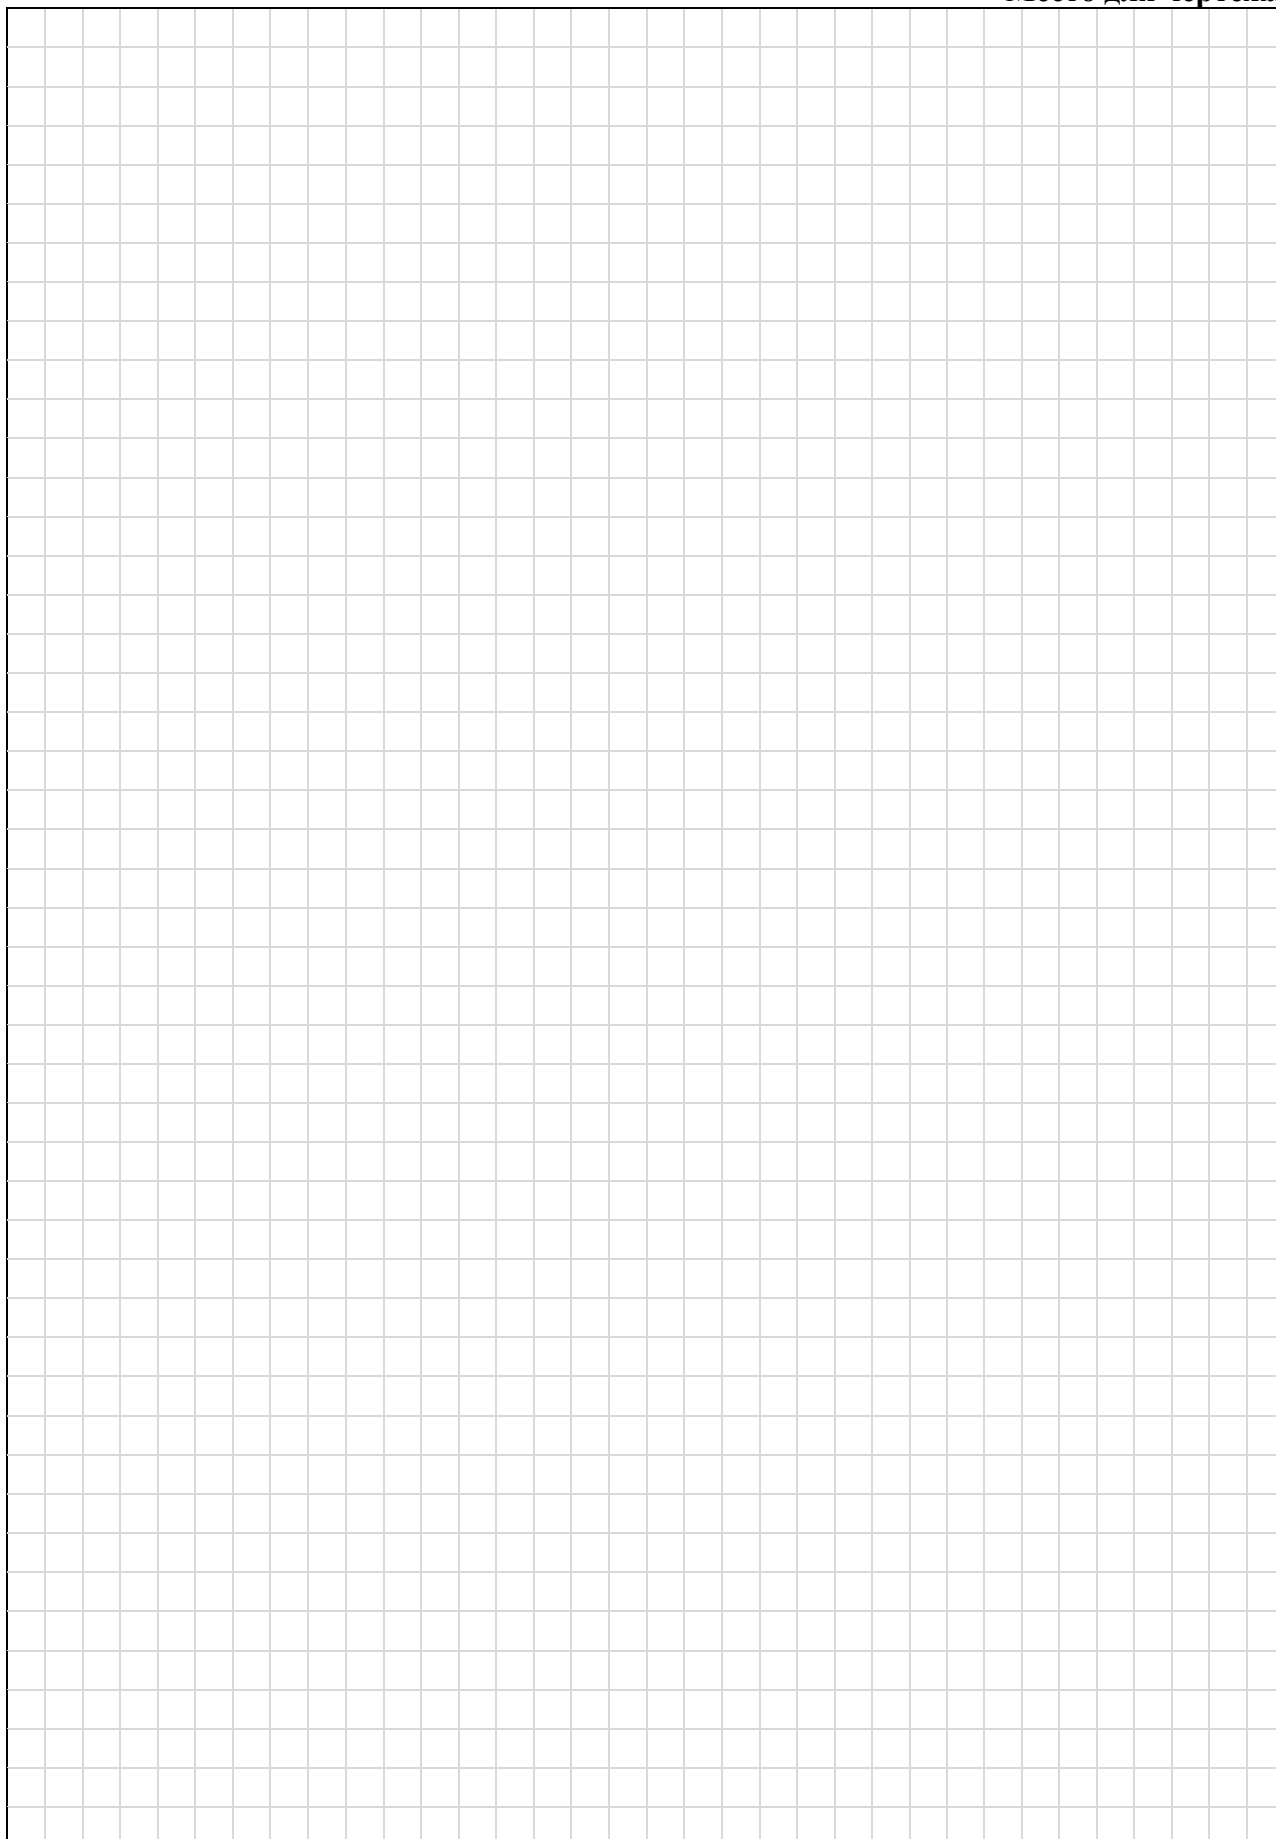

Рис. 1. Подсвечник (образец)
**Изготовьте по рис. 1 подсвечник**
1. По указанным данным, сделайте модель подсвечника (Рис.1).